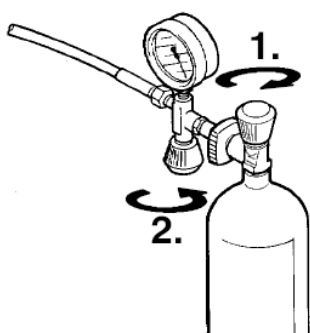

Рис.9. Отсоединение баллона
- После достижения финального давления в баллоне **сначала закройте вентиль баллона** (1, рис.9), **затем закройте вентиль заполняющего устройства** поворотом по часовой стрелке до упора (2).